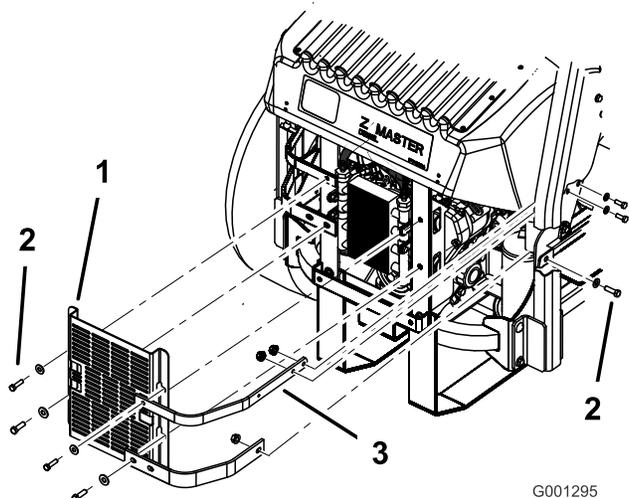

Figura 69
3. Retire los 4 pernos que fijan el protector del enfriador de aceite al bastidor trasero (Figura 69).
4. Retire los 3 pernos que fijan las bridas del motor al lateral de la máquina (Figura 69).
12. Instale el protector del enfriador de aceite y las bridas del motor al bastidor trasero con los 4 pernos que retiró anteriormente (Figura 69).
13. Instale las bridas del motor en el lateral de la máquina (Figura 69).